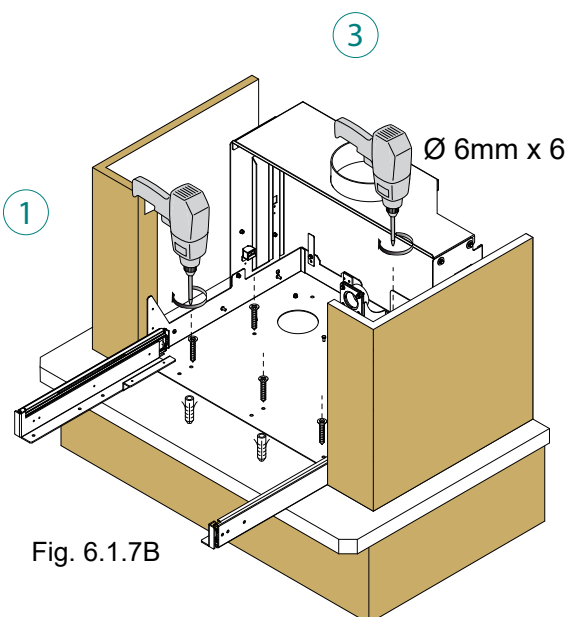

Fig. 6.1.7B
13. Inserire tasselli da 6 mm nei fori praticati e fissare il basamento con le viti. (3) - (Fig. 6.1.7B).